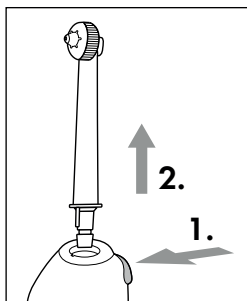

Abb. 3
- ◆ Zum Abnehmen der Aufsteckdüse **2** drücken Sie den Entriegelungsknopf **1** am Handteil **5** und ziehen Sie dann die Aufsteckdüse **2** vom Handteil **5** ab (siehe Abb. 3).